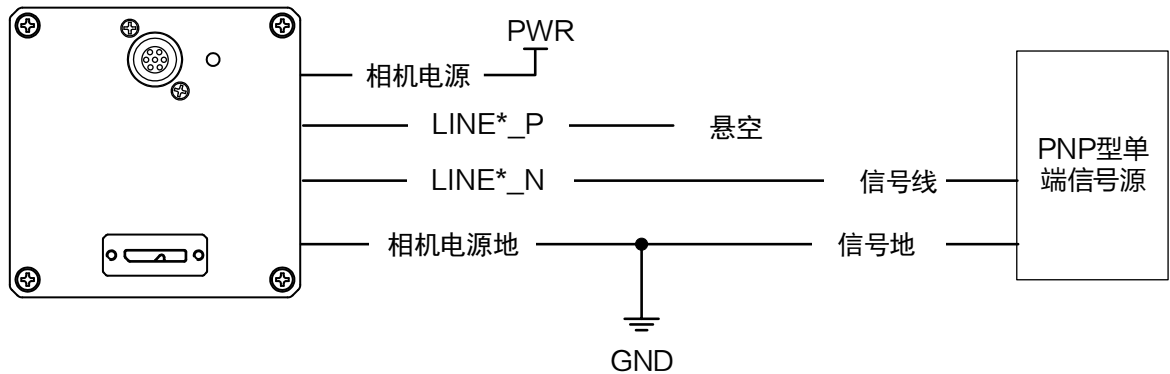
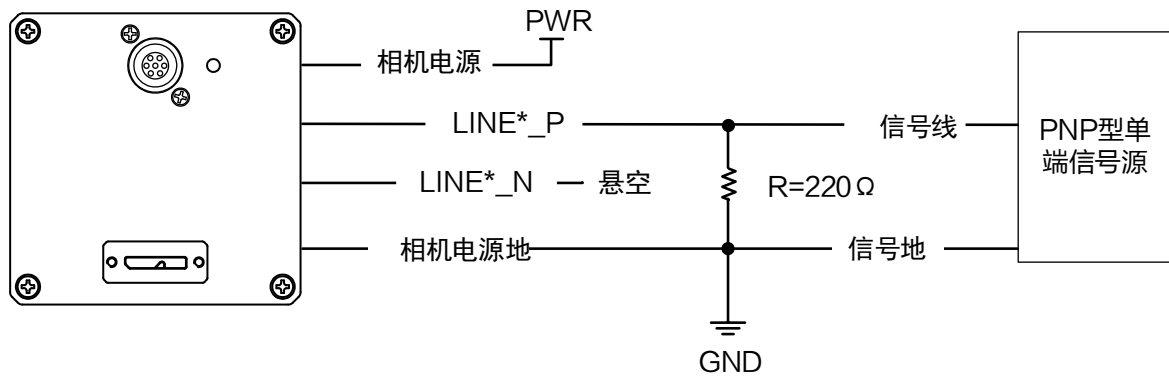

图7-4 PNP 单端输入接线（无需下拉电阻）
图7-5 PNP 单端输入接线（需下拉电阻）
- PNP 型单端信号源提供信号源时，有两种不同的接法，如 图 7-4 和 图 7-5 所示。